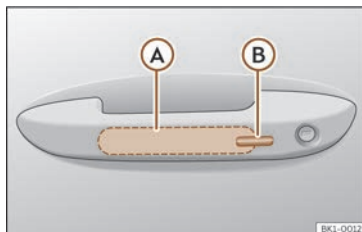

Fig. 69 Asa da porta: superficies sensoras.
>>> **fig. 69**
- Toque a superficie sensora >>> **fig. 69** (Ⓑ) situada no lado exterior da asa da porta. Todos os intermitentes escintilan unha vez.
- Antes de que transcorran 5 segundos, toque unha vez o sensor do lado exterior da asa da porta >>> **fig. 69 B**. Ao facelo, non agarre a asa. O sistema Keyless Access queda desactivado temporalmente.
Para **pechar coa función de confort** todas as fiestras eléctricas e o teito de vidro, manteña un dedo durante uns segundos sobre a superficie sensora de bloqueo >>> **fig. 69 B** da asa da porta ata que se pechen as fiestras e o teito.